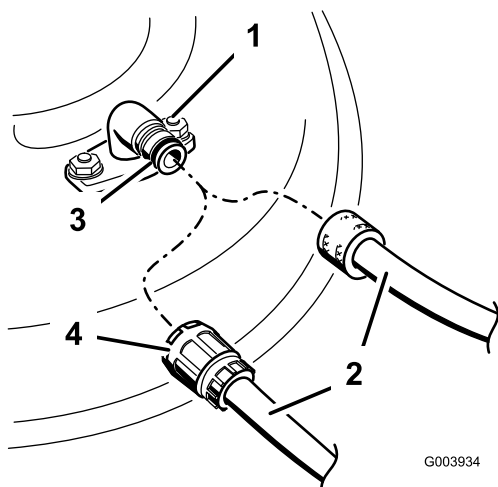

Рисунок 47
4. Подсоедините шланг к штуцеру промывки и поверните регулятор подачи воды в положение большого расхода (Рисунок 47).